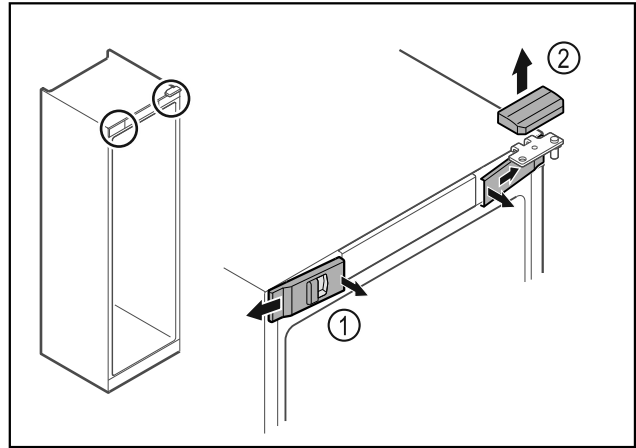

Fig. 18
- Vordere Abdeckungen Fig. 18 (1) innen ausrasten und zur Seite abnehmen.
- Obere Abdeckung Fig. 18 (2) nach oben abnehmen.